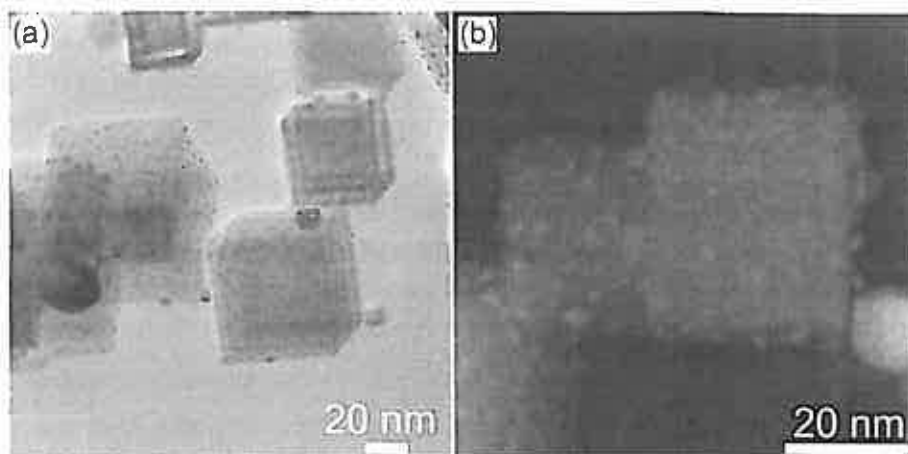
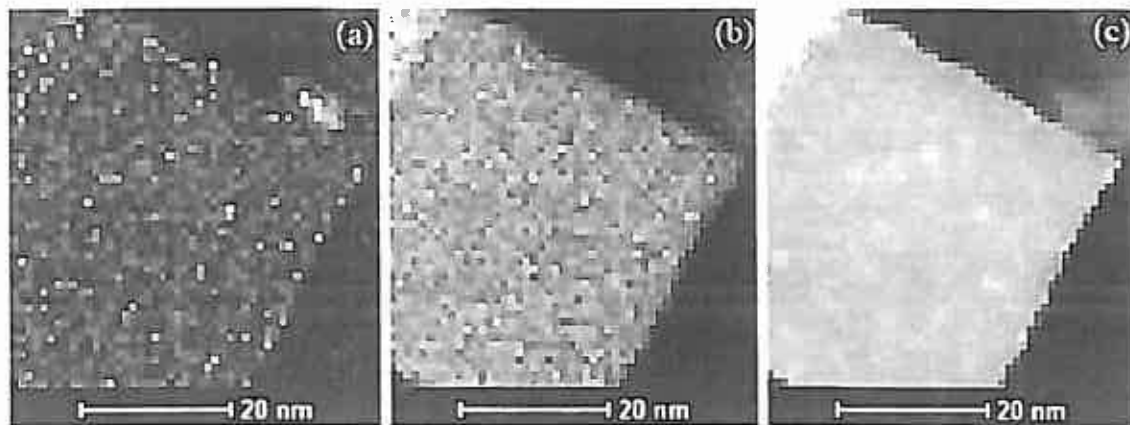

Fig. 2: (a) Lysfelt (BF) TEM-bilde (b) høyvinkel annulærmørkfelt (HAADF)-STEM bilde av TiN nanoterning med Ag nanopartikler.
Fig. 3: STEM EDS bilder av TiN nanoterning med Ag partikler tatt i TEM (a) Ag-L, (b) Ti-K og (c) N-K.
Et lysfelt (BF) TEM-bilde av prøven er vist i Fig. 2(a) og et høyvinkel annulærmørkfelt-bilde (HAADF)-STEM i Fig. 2(b).
Hva er de to viktigste kontrastmekanismene i BF-TEM bilder som Fig. 2(a)?
Sammensetning av nanopartikler kan bli karakterisert ved energi-dispersiv spektroskopi (EDS). Fig. 3 viser EDS-bilder fra prøven, tatt i TEM.
Hvorfor er kvaliteten av EDS-bildene i Fig. 3 dårligere enn (S)TEM bilder i Fig. 2?